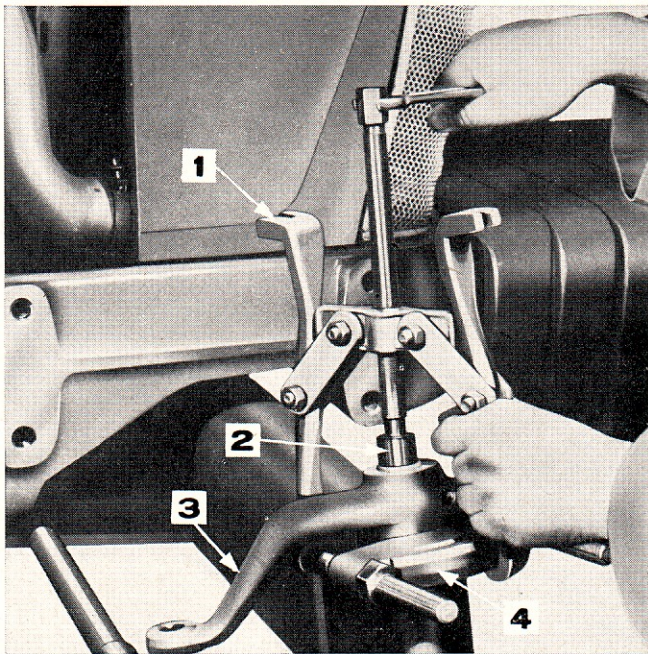

Figure 7: Dépose du bras de direction
9. Déposer le bras de direction de la fusée. Si le bras serre sur la fusée, employer les outils 1002, 951 et 625 pour le retirer, figure 7.